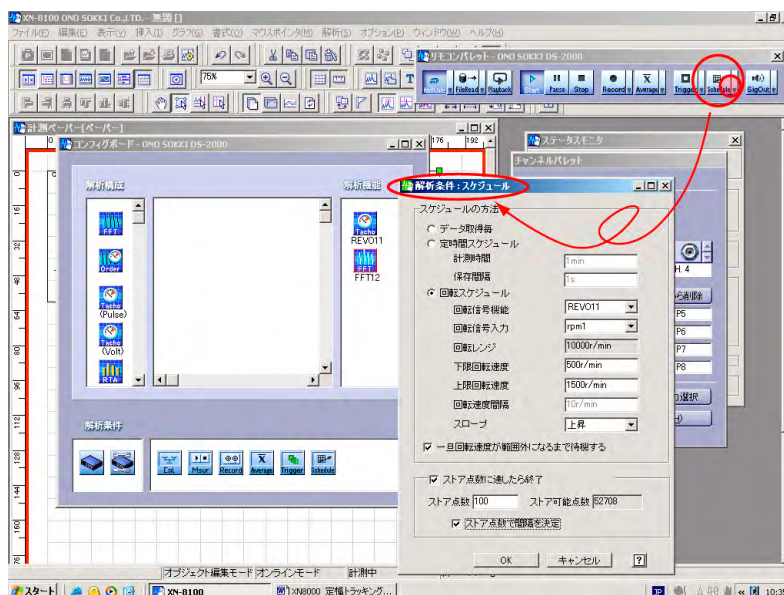

図 12
- ① リモコンパレットの【Stop】ボタンを on します。
- ② リモコンパレットの【Schedule ▾】ボタンを on し、[スケジュール] ダイアログを開きます (図 12)。